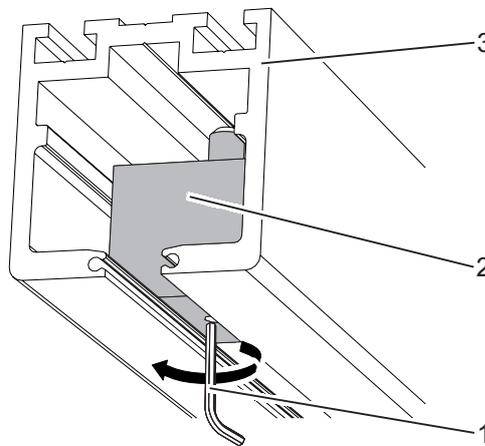

Fig. 9: Blocage des limiteurs de course
6. Avec une clé pour vis à six pans creux (Fig. 9/1), bloquer les limiteurs de course (Fig. 9/2) dans le rail de roulement (Fig. 9/3).